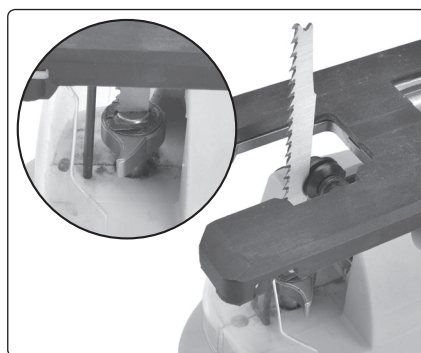

Abb. 6b
2. Lösen Sie danach den Sägeblattspannhebel und prüfen Sie durch Ziehen am Sägeblatt, dass dieses ordnungsgemäß gespannt ist. Ist dem nicht so, versuchen Sie das Sägeblatt ohne Ankippen vom Spannhebel einzudrücken, dadurch müsste das Sägeblatt im Spannsystem hörbar einrasten. Kommt dies nicht zustande, muss der Vorgang wiederholt werden, bis das Sägeblatt wirklich fest eingespannt ist. Ein richtig gespanntes Sägeblatt ist auf der Abb. 6b dargestellt.